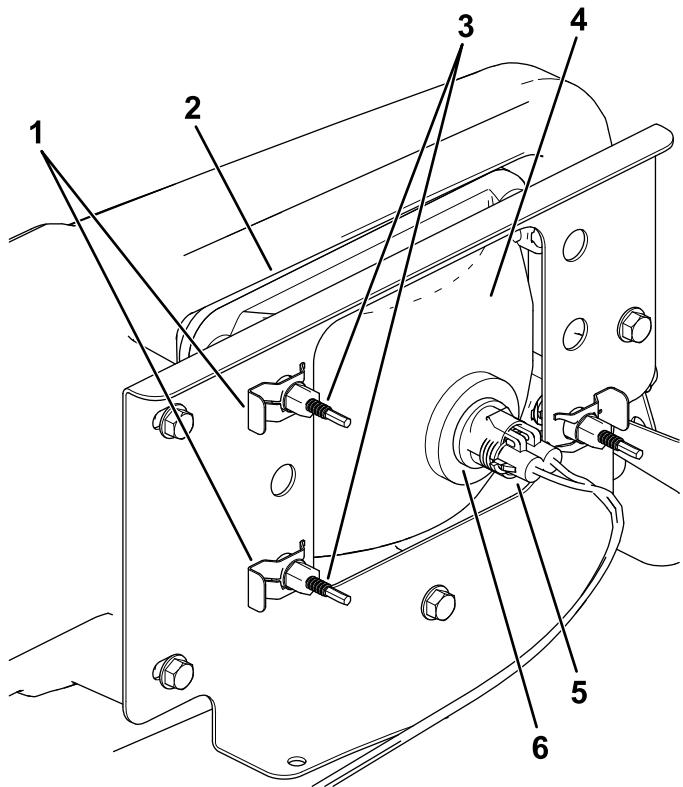

Figura 39
4. Retire los conectores rápidos que sujetan el faro al soporte del faro (Figura 39).
5. Retire el conjunto del faro desplazándolo hacia adelante y pasándolo por el hueco del parachoques delantero (Figura 39).
6. Introduzca el faro nuevo a través del hueco del parachoques (Figura 39).
7. Sujete el conjunto del faro con los conectores rápidos que se retiraron en el paso (4).
8. Conecte el conector eléctrico del arnés de cables al conector del conjunto de la luz (Figura 39).
3. Desconecte el conector eléctrico del arnés de cables del conector del conjunto de la luz (Figura 39).
5. En la parte trasera del faro, gire los tornillos de ajuste (Figura 39) para pivotar el conjunto y ajustar de la posición del haz de luz.